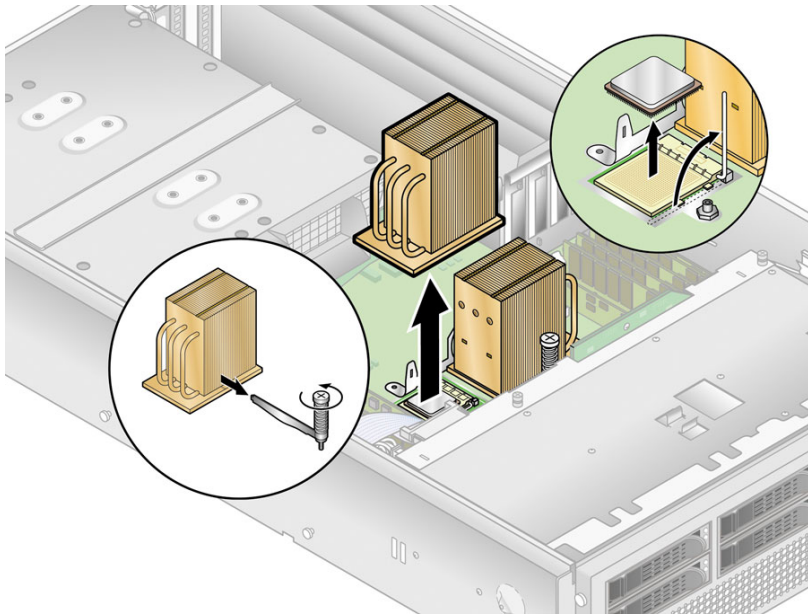

图 4-30 拆除散热器和 CPU
5. 拧松固定散热器下压部件的自持螺钉，然后从散热器的散热片上将门拆除（请参见图 4-30）。
9. 向上拉动插槽的释放杆，使其完全打开，处于垂直位置（请参见图 4-30）。